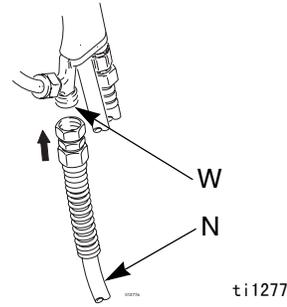

图 6.
4. 将流体管路连接到 3/8 npsm 喷枪流体入口 (W) (图 6.)。